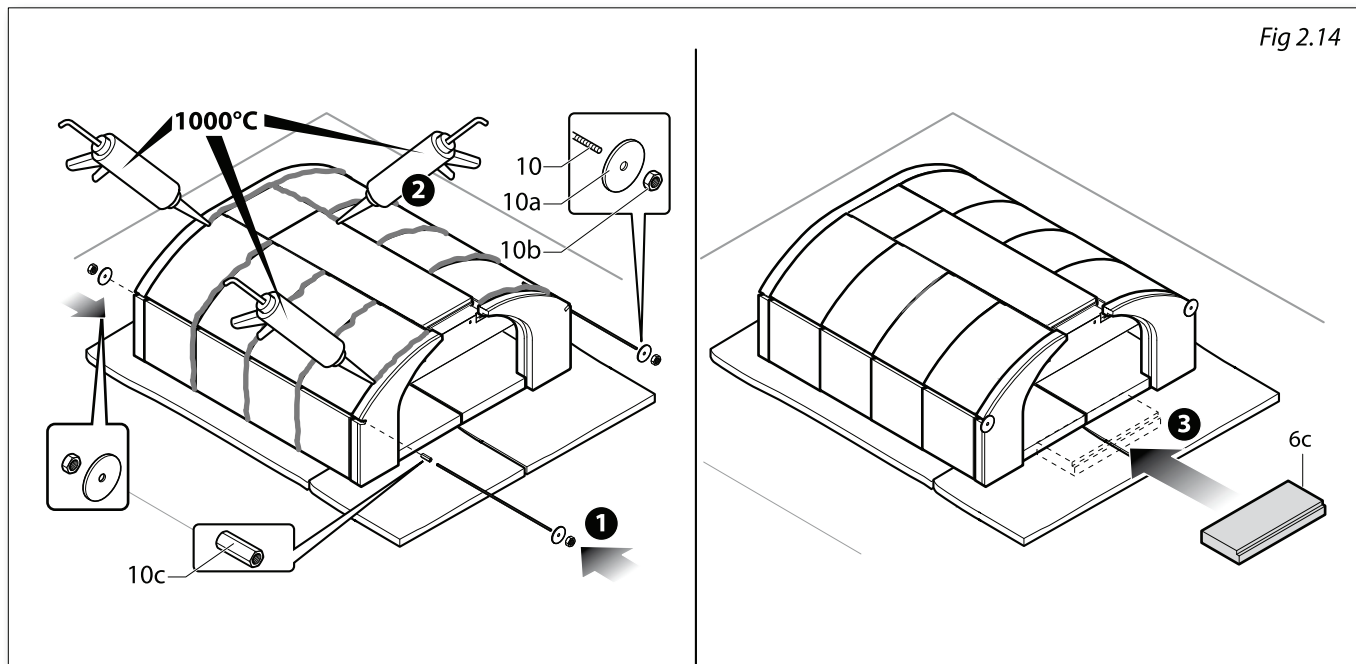

Fig 2.14
D) Terminato l'assemblaggio unire tutti gli elementi con i tiranti (10-10a-10b-10c) stringendo moderatamente (fig. 2.14 part.1) e tagliare la parte eccedente di barra filettata con un seghetto per ferro. Siliconare con silicone resistente alle alte temperature - oltre 1000° - le giunture ESTERNE degli elementi (fig. 2.14 part.2). Posizionare la basetta frontale (6c) a secco (fig. 2.14 part.3).